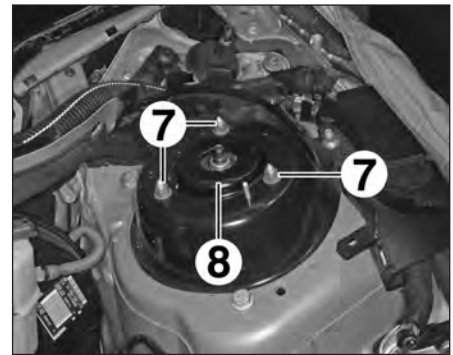

FIG.6
- les écrous de fixation supérieures (7) de l'élément de suspension (8) (Fig.6),
- l'élément de suspension (8).